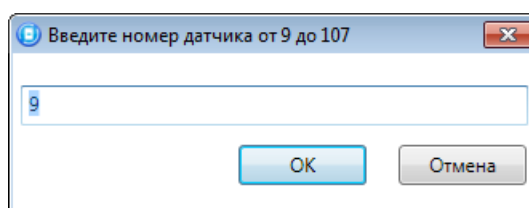

Рис. 8.4. Ввод номера радиоустройства
2. В открывшемся окне укажите номер устройства из числа еще не занятых в нумерации шлейфов (в диапазоне, указанном в заголовке окна) и нажмите кнопку *OK* (Рис. 8.4).